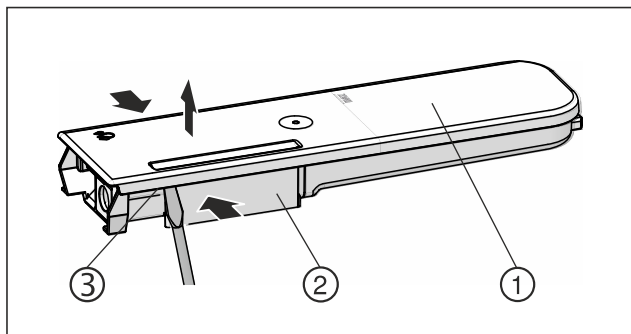

Fig. 135
- ▶ Stlačte nádržku na vodu Fig. 135 (2) k sobě a víko Fig. 135 (1) opatrně vypáče přes západku Fig. 135 (3) a vytáhněte nahoru.
- ▶ Víkem Fig. 135 (1) pohybuje lehce tam a zpět a sejměte jej nahoru.